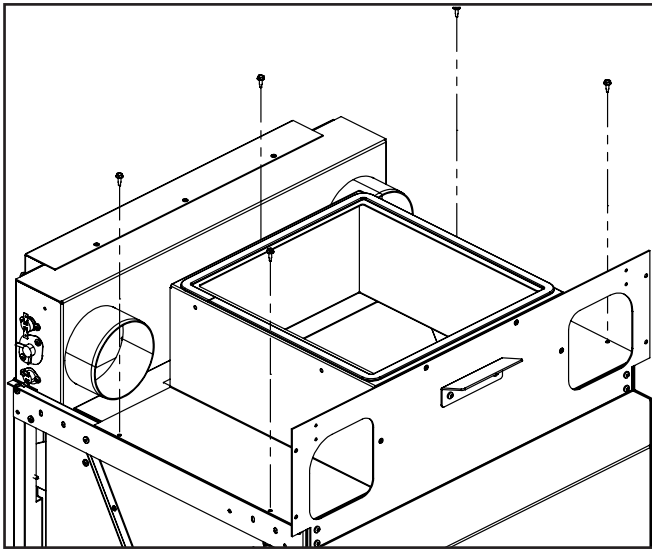

Figure 11: Sécurisation de l'assemblage HFK arrière.
11. Installez les brides de support latérales. Alignez les rebords des brides avec le rebord de la rail de soutien de l'appareil et utilisez les vis auto-perçantes pour le sécuriser en place. Vissez la bride de support de l'extension de trémie dans le devant à l'aide d'une vis auto-perçante. (Figure 11)